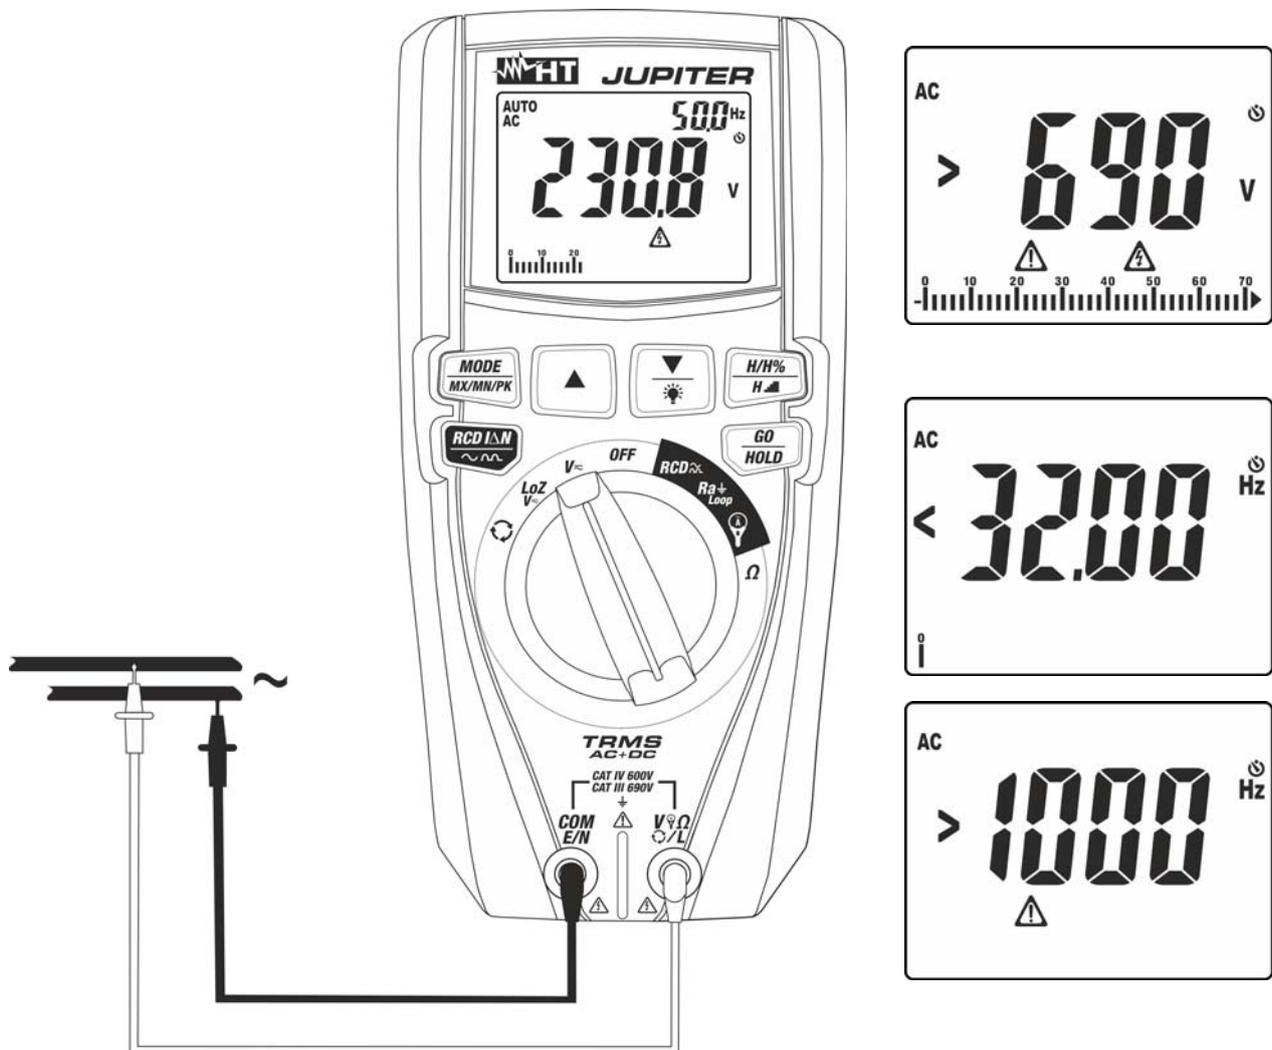

Fig. 9: Uso do instrumento para medir Tensões CA
4. Colocar a ponteira vermelha e a ponteira preta respetivamente nos pontos do circuito em exame (ver Fig. 9). O valor da tensão é apresentado no display. Na parte superior direita do display é apresentado o valor da frequência da tensão. Premir o botão **MODE/MX/MN/PK** para visualizar o valor da frequência com maior resolução.
5. Se no display aparecer a mensagem ">690V" (ver Fig. 9) atingiu-se o fundo de escala do instrumento
6. Se no display aparecerem as mensagens "<32Hz" ou ">1000Hz" (ver Fig. 9) o valor da frequência está fora do intervalo da medição $32\text{Hz} \div 1000\text{Hz}$